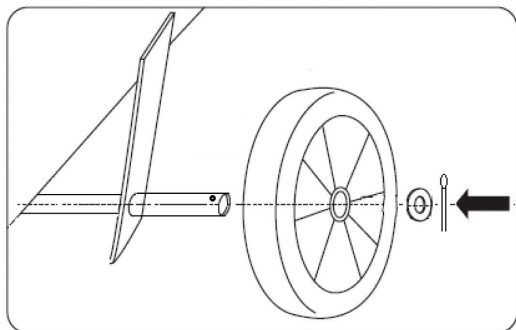

Рис. 2
3. Установите на компрессор транспортировочные колеса и опорные ножки (Рис. 2 и 3).